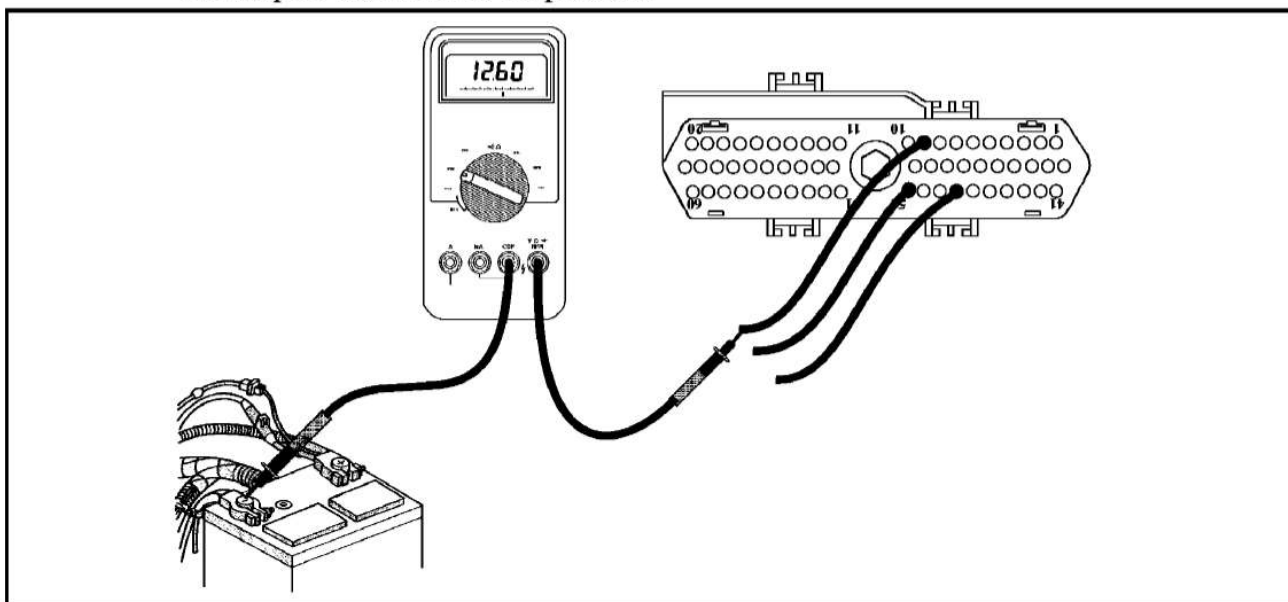

Figura 32
- Con un voltímetro fijado para medir voltaje DC, coloque el cable negativo del metro al terminal negativo en la batería. Ahora, con el cable positivo pruebe los alambres que van a los terminales 9, 47 y 50 en el conector del TCM (Vea la figura 32). Cada alambre debe mostrar voltaje de batería. *Nota Especial: Éste método debe ser empleado unicamente cuando hay códigos relacionados con los interruptores de presión solamente. Otros códigos, como los relacionados con los solenoides, causarían que el TCM entre en programa de emergencia tan pronto que la llave sea puesta en contacto. En ese caso, no se observaría voltaje alguno en los terminales 9, 47 y 50, por lo tanto la prueba sería inválida.*